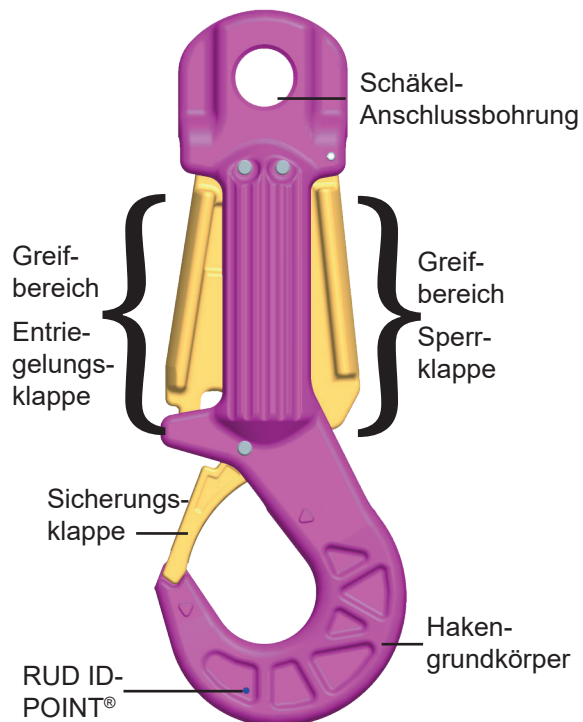

Abb. 8: Detailbeschreibung ROV-HOOK
Führen Sie nachfolgende Prüfungen **immer vor** und **nach jedem Gebrauch** sorgfältig durch (vgl. Abb. 8 Detailbeschreibung ROV-HOOK).
- Die Rückstellfunktion von Entriegelungsklappe und Sicherungsklappe muss gewährleistet sein. Die Sicherungsklappe darf sich im verriegelten Zustand nicht öffnen. Funktionskontrolle von Sicherungs-, Entriegelungs- und Sperrklappe vgl. Abb. 8 und Abschnitt 3.4.3 Öffnen des ROV-HOOK durch ROV-Manipulator.